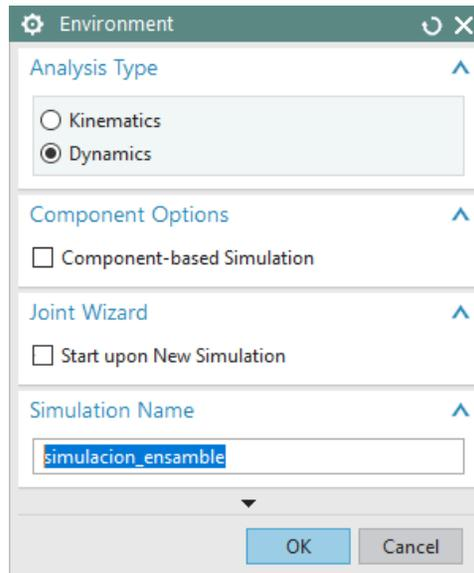

Figura 1.2.3 Menú Environment
- En el recuadro de **Environment** seleccionar **Dynamics** en **Analysis Type** y **simulacion_ensamble** en **Simulation Name**, finalmente **Ok**. (Figura 1.2.3).